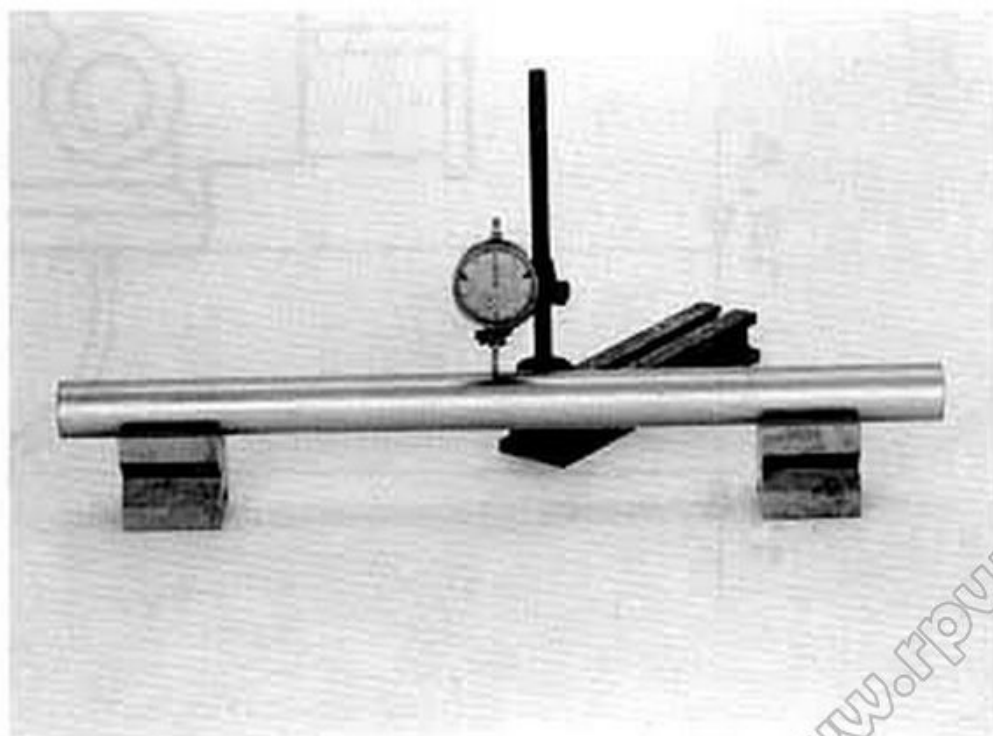

Fig 122
- Controllare la rettilineità delle due canne per mezzo di un comparatore e due blocchi a V (fig. 122).
- Check each main tube for straightness by means of two veeblocks and a dial gauge (fig. 122).